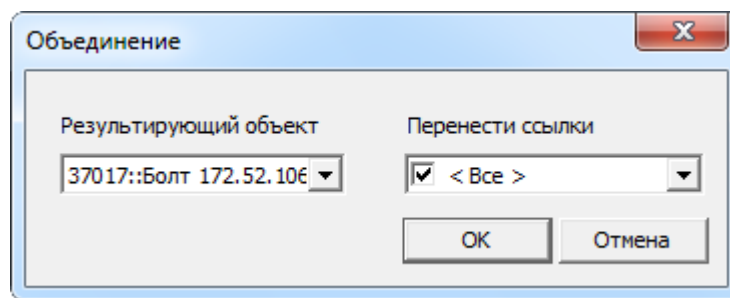

Рис. 20-29 – Диалоговое окно «Объединение»
3) В открытом диалоговом окне «Объединение» в поле «Результирующий объект» выбрать один из отмеченных экземпляров, который требуется оставить (рис. 20-29)